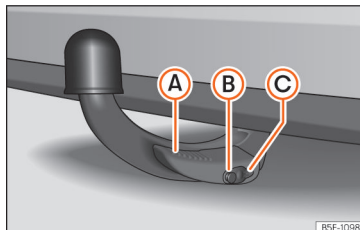

Fig. 181 Gancho de reboque fixado corretamente
- A alavanca (A) está acima »» Fig. 181.
- A parte vermelha e verde do perno de desbloqueio (B) está completamente visível »» Fig. 181.
- A tampa (C) encontra-se sobre a fechadura »» Fig. 181.
- Ao libertar o gancho de reboque, para evitar trilhar os dedos, recomenda-se manter as mãos retiradas da alavanca (A) »» Fig. 181.